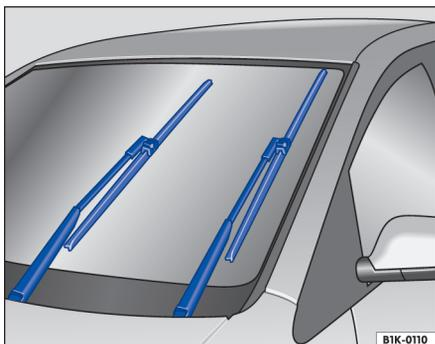

图 150 处于保养位置的刮水片
- 将车窗玻璃刮水器拨杆向下拨至点动刮水位置。使刮水器处于保养位置。⇒ 图 150